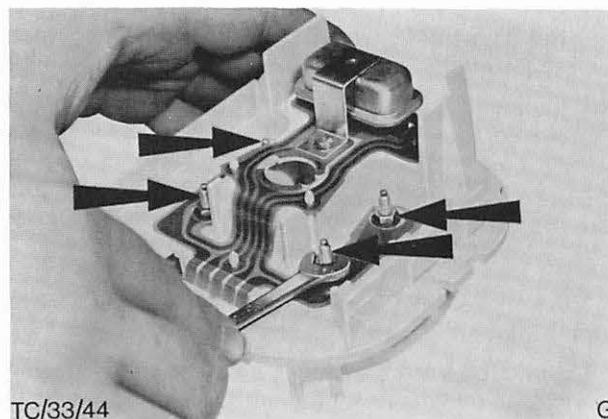

Abb. 27 Lage der Befestigungsmuttern – Kraftstoff-Vorratsanzeiger und Kühlwasser-Fernthermometer (Grund-, „L“- und „GL“-Modelle)
4. Muttern und Scheiben von den beiden Stiftschrauben entfernen und Kraftstoff-Vorratsanzeiger abbauen, Abb. 27.